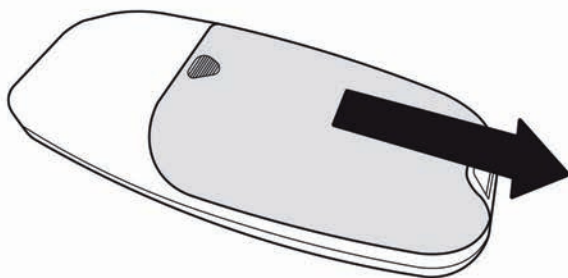

Fig. 15
Para finalizar la instalación eléctrica, conecte el cable de datos (4) entre los puertos correspondientes (Fig.15.DAT) en las unidades de control electrónico (2). Asegúrese de que esté bien colocado. Siga atentamente la sección "Funcionamiento - Emparejamiento del mando" de este manual para obtener instrucciones sobre cómo configurar el mando a distancia para que funcione correctamente el sistema AWD.